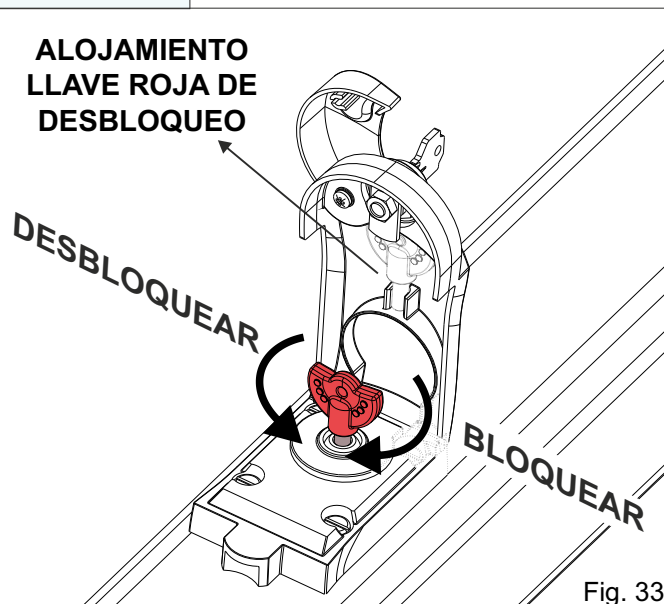

Fig. 33
- Introducir la llave de desbloqueo roja y girarla de 90° en sentido anti-horario (Fig. 33)
- Girar la llave roja en sentido horario hasta que quede apretada, retirarla y colocarla en el alojamiento debajo de la tapa (Fig. 33)